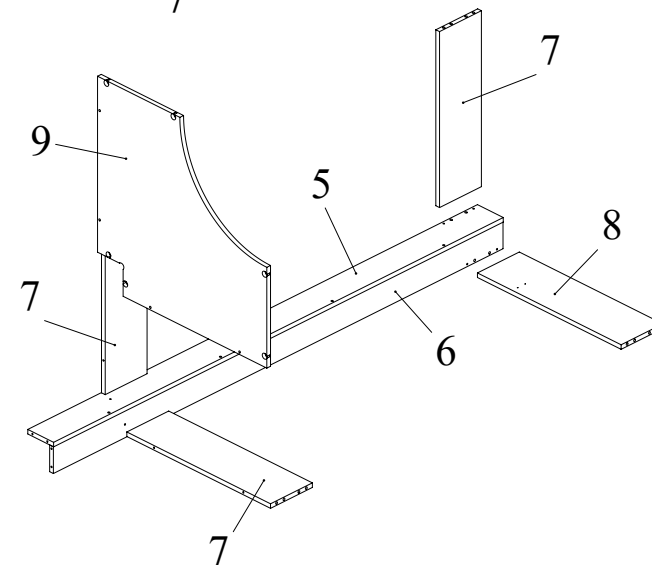

Рис.6
- Установить полку 9 на царги 7 и зафиксировать, повернув отвёрткой головки рафиксов по часовой стрелке до упора. Соединить при помощи конфирматов 7x50 полку 9 с царгами 7 (Рис. 6).
- Установить царги 7 и 8 на опоры 5, 6 и зафиксировать, повернув конфирматным ключом головки минификсов по часовой стрелке до упора (Рис. 6).